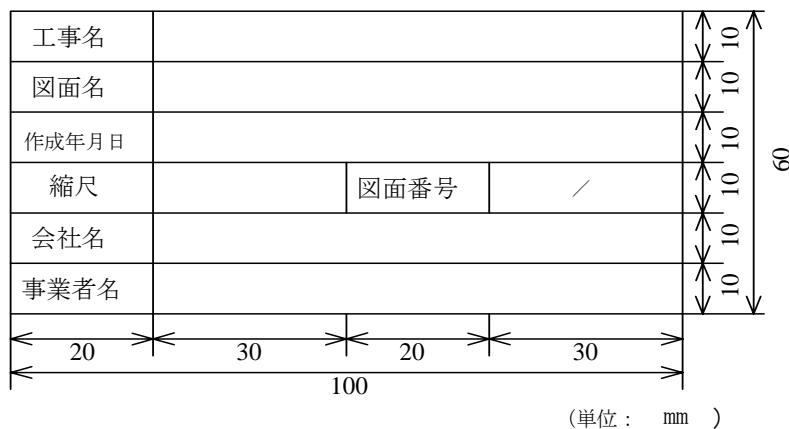

図 2-1 表題欄の寸法及び様式
ただし、構造物の形状によっては、それ以外の大きさが適切な場合がある。その場合、図面の大きさは解説表2-1、解説図2-1を参考とする。選定の優先順位は、第1類、第2類、第3類の順である。
**解説図2-1 図面の寸法**
表題欄の寸法及び様式は、図2-1を標準とする。